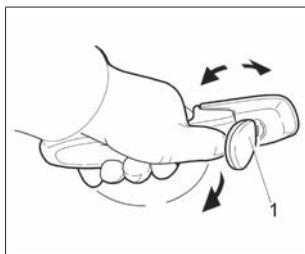

Рис. 3. Открывание двери
**Передние двери** блокируются: снаружи – ключом **1** (рис. 3) или (в варианном исполнении) пультом дистанционного управления; изнутри – нажатием на кнопку блокировки **1** («утапливаем») (рис. 4а, 5а) в двери или (в варианном исполнении) кнопкой  в модуле двери водителя (рис. 6б). Блокировать замок можно только при закрытых дверях. Кнопка  в модуле двери водителя (в варианном исполнении) служит для одновременной блокировки или разблокировки дверей автомобиля. При нажатии на эту кнопку происходит смена состояния замков дверей. Например, если двери автомобиля были разблокированы, то после нажатия на эту кнопку двери блокируются, и наоборот.